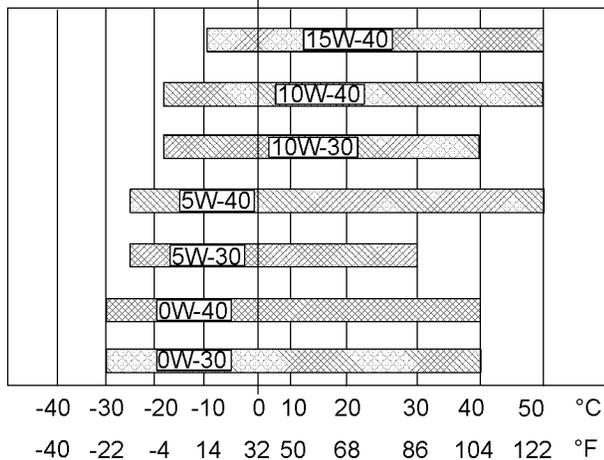

Abbildung 44
Siehe Abbildung 44 (Mindesttemperatur) zur Bestimmung der notwendigen Ölviskosität zum Starten eines kalten Motors.
Siehe Abbildung 44 (Höchsttemperatur) zur Bestimmung der notwendigen Ölviskosität für den Motorbetrieb bei der höchsten zu erwartenden Umgebungstemperatur.
- Siehe die entsprechenden "Schmierstoffviskositäten". Siehe Abbildung 44 zur Bestimmung der für den Motor richtigen Viskositätsklasse.